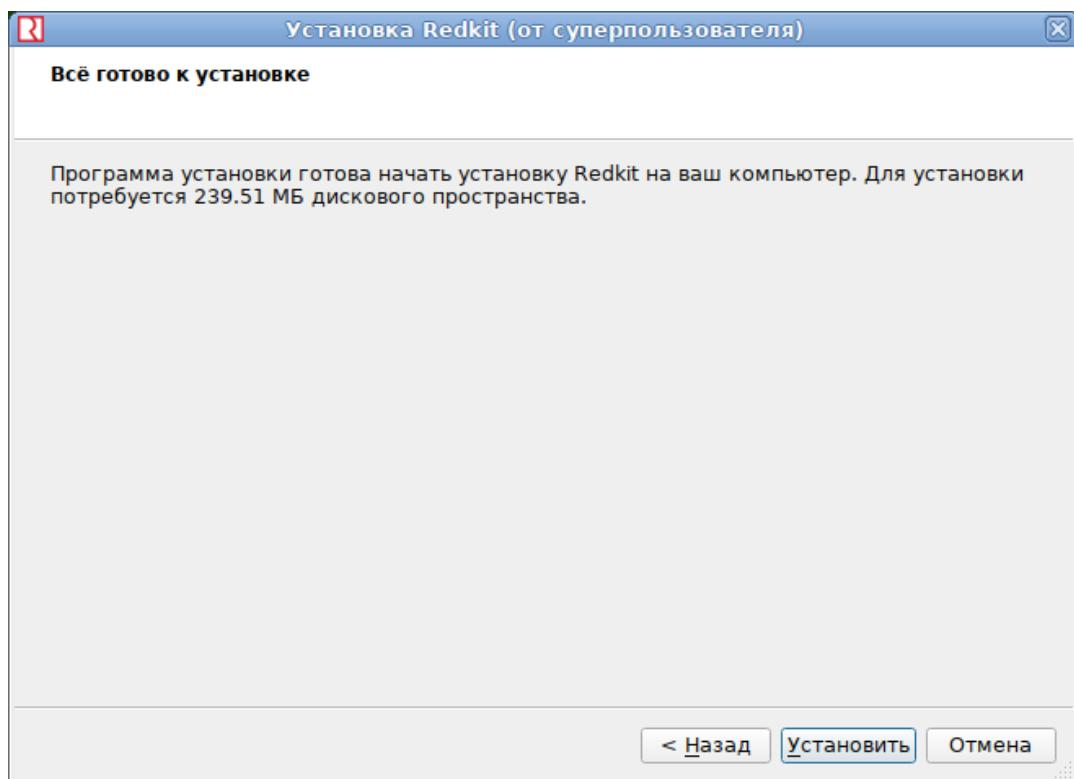

Рисунок 8 - Установка Redkit
9. Нажмите **Установить** (Рисунок 8).